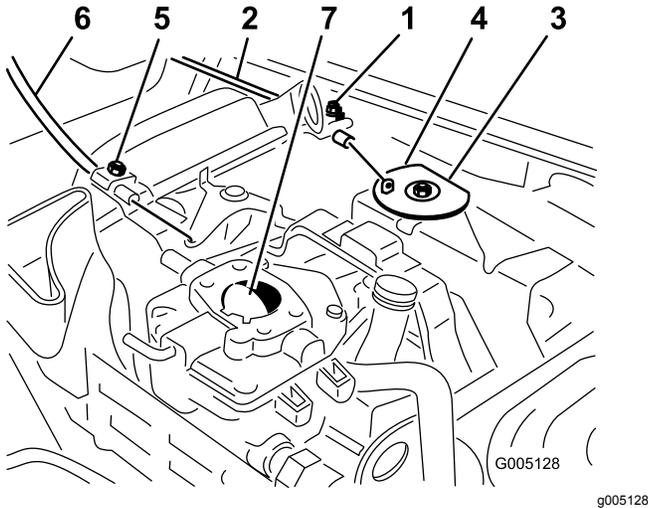

Bild 47
1. Lockern Sie die Klemmschraube des Bowdenzugs, mit der dieser am Motor befestigt ist (Bild 47).
3. Ziehen Sie fest am Bowdenzug, bis die Rückseite der Schwenkplatte den Anschlag berührt (Bild 47).
3. Ziehen Sie fest am Chokeyzug, bis die Choke-Drosselklappe ganz geschlossen ist; ziehen Sie dann die Klemmschraube des Chokeyzugs fest (Bild 47).